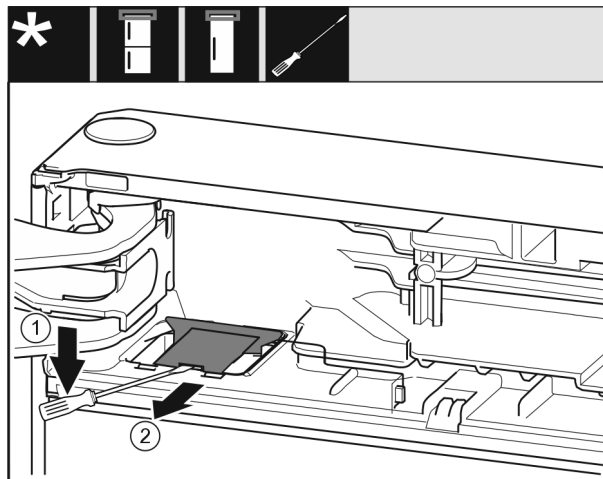

Fig. 7
- ▶ Cu o șurubelniță plată deblocați și ridicați apărătoarea. Fig. 7 (1)
- ▶ Extrageți apărătoarea. Fig. 7 (2)